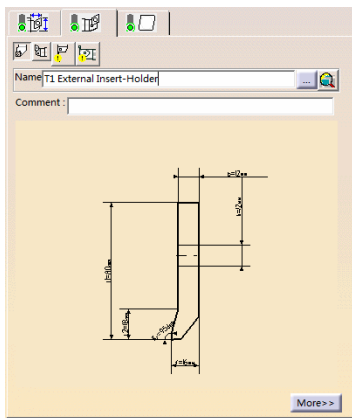

图 6-17 刀柄选项卡 (1)
- 单击刀具参数选项卡中的，切换到刀柄选项卡（1），设置刀具刀柄的参数，如图 6-17 所示。